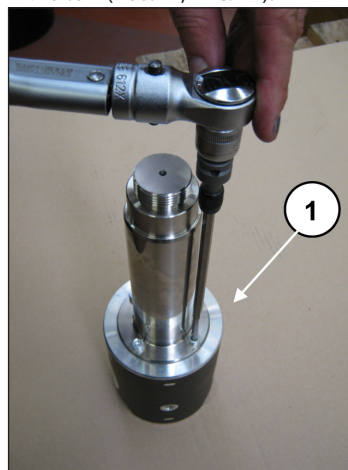

Рис. 47
Для того чтобы отделить шток от направляющей поршня, нужно открутить винты с цилиндрической головкой М6 специальным ключом (поз. ①, Рис. 47).